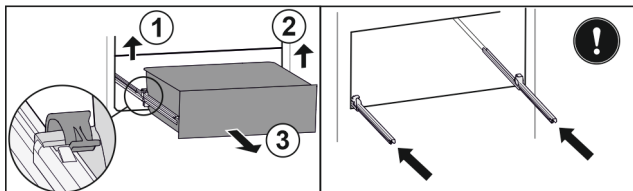

Fig. 79
- ▶ Løft venstre klemme og trekk samtidig skuffen fremover til venstre. Fig. 79 (1)
- ▶ Løft høyre klemme og trekk samtidig skuffen fremover til høyre. Fig. 79 (2)
- ▶ Ta ut skuffen framover. Fig. 79 (3)